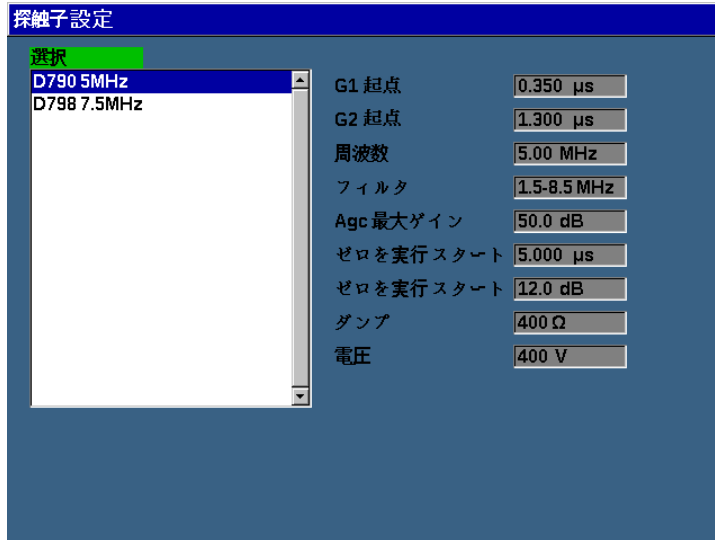

図 11-38 腐食検査用モジュール探触子設定メニュー
3.  を押して有効化を終了し、探触子設定ページを表示します (283ページの図 11-38 参照)。